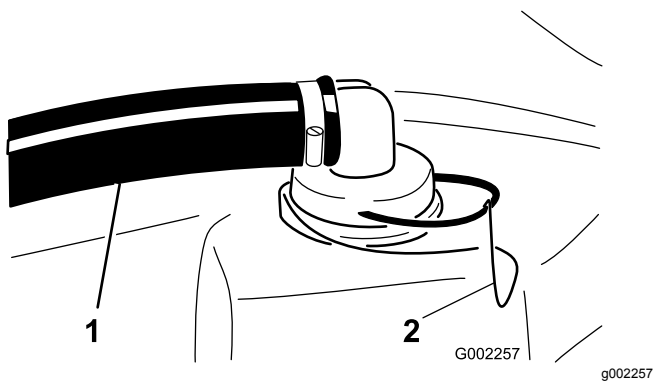

图24
2. 在打药车药缸的顶部拆下固定连接至大软管和滤网外壳的软管接头的卡环图24。
3. 从滤网外壳上拆下软管和软管接头图24。